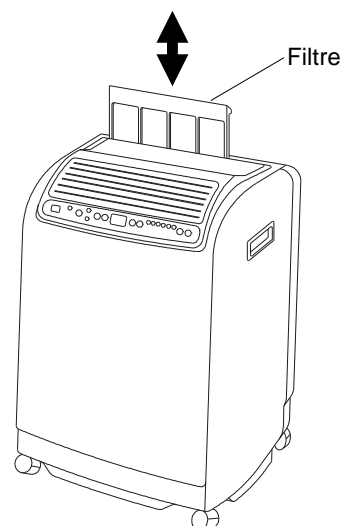

Fig. 17
1. Extrayez le filtre de l'appareil (Fig. 17).